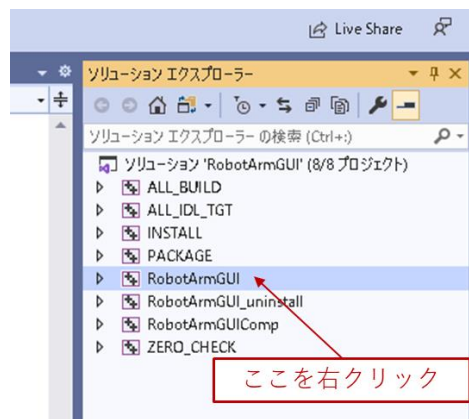

図 10 RobotArmGUI の設定
- ① (2-1) の①～⑦までと同様の作業を行う。
- ② Visual Studio 画面右にある「ソリューションエクスプローラー」の「RobotArmGUI」を右クリック (図 10)。「プロパティ」を選択してプロジェクトのプロパティダイアログを開く。